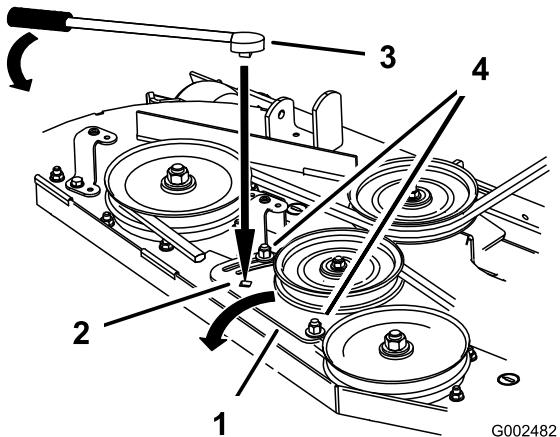

Figura 53
- Si es necesario realizar un ajuste, afloje la chapa de la polea tensora para ajustarla (Figura 53).
- Introduzca una llave de carraca en el taladro cuadrado de la chapa de la polea tensora del cortacésped para ajustar la tensión (Figura 53).
- Para aumentar la tensión de la correa, gire la llave de carraca para desplazar el brazo de la polea tensora fija hasta que note una mayor resistencia y la polea tensora tensada con muelle deje de moverse (Figura 53).
- Manteniendo la tensión de la correa, apriete los pernos que fijan la chapa de la polea tensora (Figura 53).
- Ajuste la tensión de la correa y de la chapa de la polea tensora, si es necesario, y apriete firmemente todos los herrajes (Figura 53).